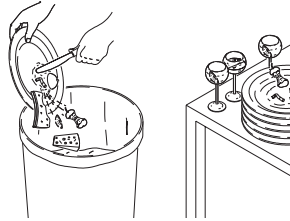

Fig. 13
- elimine los residuos de las vajillas antes de introducirlas en el lavavajillas para el lavado (fig. 13)